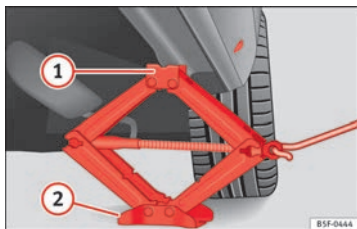

Fig. 174 Larguero: colocación del gato del vehículo.
- Gire el gato*, situado bajo el punto de apoyo del larguero, para elevarlo hasta que la pestaña ① ⇒ fig. 174 quede situada bajo el alojamiento previsto.
- Alinee el gato* de modo que la pestaña ① “agarre” en el alojamiento previsto del larguero y la placa base móvil ② quede apoyada en el suelo. La placa base ② debe caer en la vertical respecto al punto de apoyo ①.